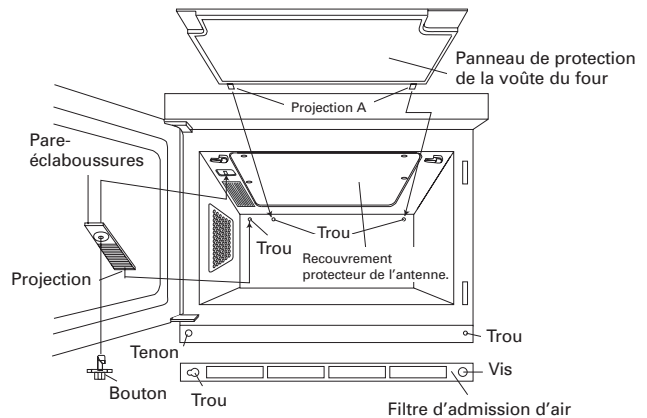
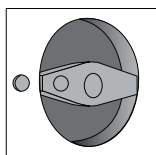
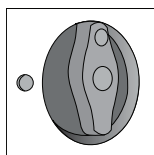

Fig.2
Fig.3
Fig.4
Retirer le pare-éclaboussures comme le montre la Fig. 2. Le laver dans une solution détergente douce. **Ne pas se servir de détergent à l'huile d'orange**, car le pare-éclaboussures pourrait fondre.
Retirer le panneau de protection de la voûte comme le montre la Fig. 2 et détacher le panneau de protection du cadre.
**Ne pas oublier de débrancher le cordon d'alimentation.** Faire pivoter les 2 languettes retenant le panneau de protection de la voûte à la voûte de la cavité du four comme le montre la Fig. 2, tirer ensuite doucement le panneau de protection vers le bas pour le détacher de la voûte. Détacher ensuite le panneau de protection de son cadre. Il est tenu en place par 4 taquets.
**Ne pas oublier de débrancher le cordon d'alimentation.** Tourner le bouton retenant le pare-éclaboussures à la voûte du four comme le montre la Fig. 3 et le retirer de la voûte.
2 trous de la voûte comme le montre la Fig. 2. Faire ensuite glisser les languettes en place.
**Ne pas oublier de débrancher le cordon d'alimentation.** Insérer ensuite le bouton dans le trou du pare-éclaboussures comme le montre la Fig. 4 et le tourner comme le montre la Fig. 3. Insérer la projection du pare-éclaboussures dans le trou de la paroi arrière de la cavité comme le montre la Fig. 2, puis replacer le bouton dans le trou à travers le pare-éclaboussures. Tourner le bouton comme la montre la Fig. 4 pour retenir le pare-éclaboussures en place.